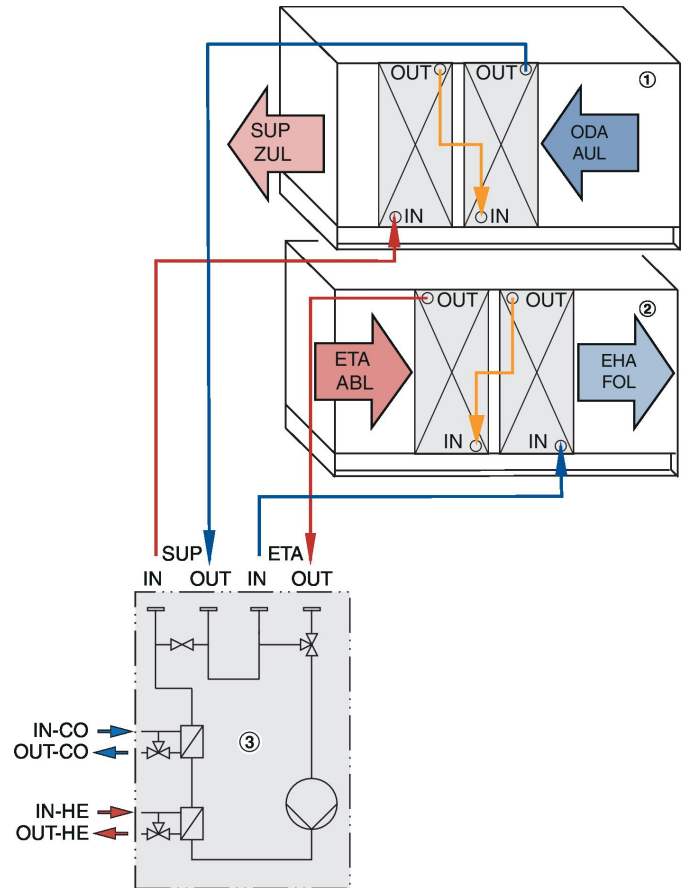

Abb. 35: Hydraulischer Anschluss (Beispiel)
3 ▶ Rohrverbindung zwischen Wärmeübertrager und Hydraulikstation herstellen (Abb. 35).
- 4 ▶ Bei KVS-Systemen mit externer Einspeisung, die Anschlüsse zur Externen Einspeisung herstellen (Abb. 35).